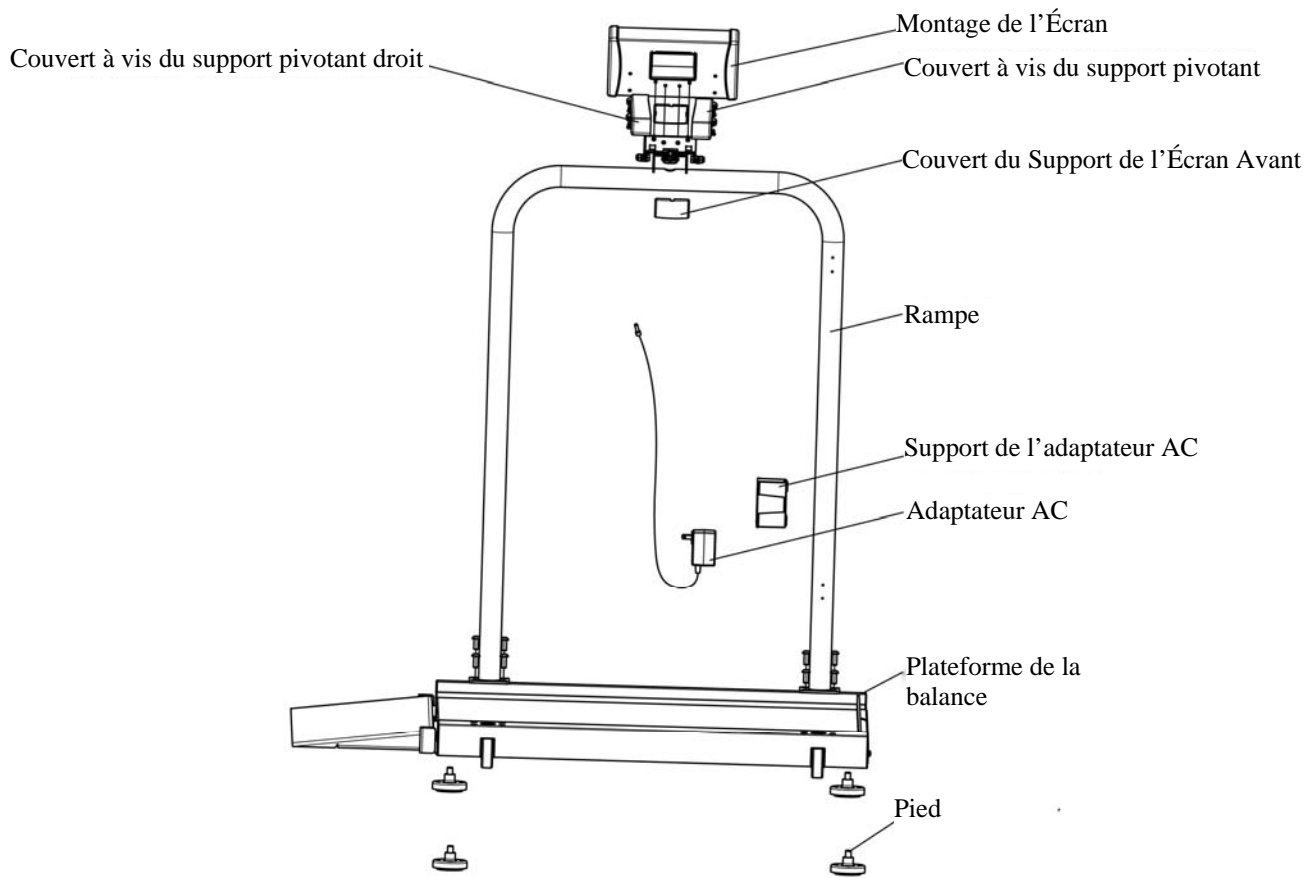

Figure 5
10. Faites passer les (4) pieds sous la plateforme. Chacun des pieds devrait être complètement serré à main. Faites reculer les pieds de 1-1/2 tours complets. Ceci permettrait un bon fonctionnement des cellules de charge et la précision de la balance (voir Figure 5).